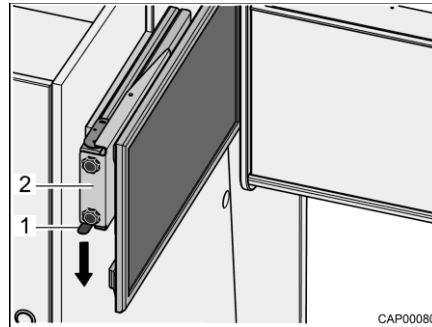

Fig. 67 Extension avec écran plat
- Presser le ressort à cran d'arrêt (Fig. 67,1) vers le bas et extraire l'extension (Fig. 67,2) avec l'écran plat à l'horizontale en direction du centre du véhicule.
- Pousser l'extension (Fig. 67,2) avec l'écran plat à l'horizontale jusqu'en butée. Le ressort à cran d'arrêt (Fig. 67,1) s'enclenche de manière audible.